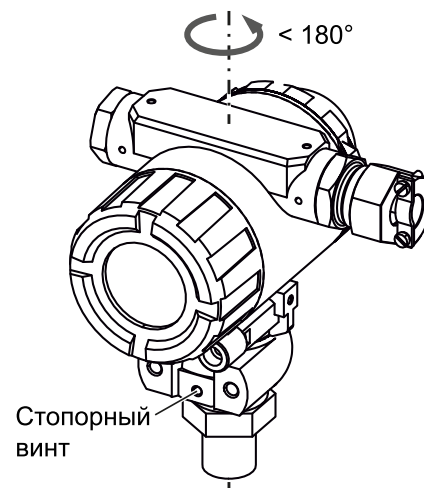

Рисунок 6.3 – Поворот корпуса относительно штуцера
1. Ослабить стопорный винт с помощью ключа для внутреннего шестигранника размером $S = 2 \text{ мм}$ (см. рисунок 6.3).